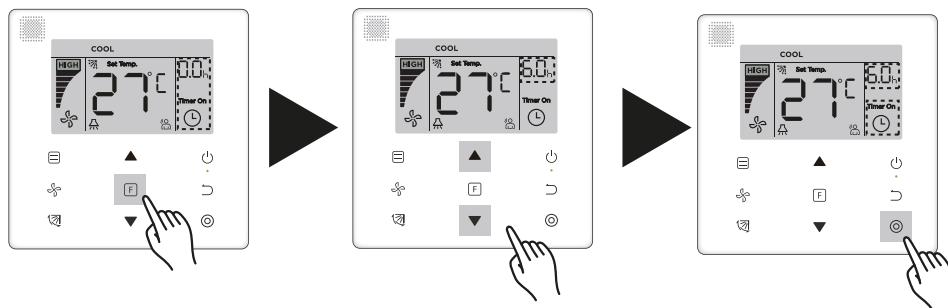

Figura 28
1. Ajuste de **"Temporizador de encendido"**: Presione el botón  (Función) para ir al ajuste **"Temporizador de encendido"**, la pantalla mostrará **"0.0h Time On"** (Tiempo de encendido 0:0 h), y las palabras **"Time On"** (Tiempo de encendido) parpadearán, luego presione el botón  (Confirmar) para ir al ajuste del temporizador. Presione los botones  y  para ajustar la hora y presione el botón  (Confirmar) para completar el ajuste del temporizador (vea la Figura 28).